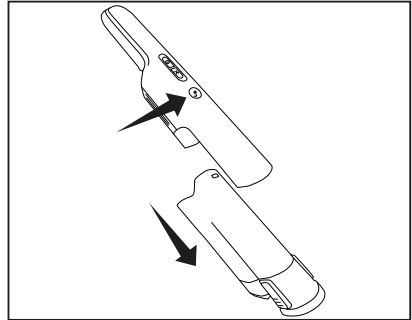

Fig. 4
1. Drücken Sie den Knopf zum Lösen des Staubtanks und ziehen Sie ihn nach unten heraus. (Fig. 4).